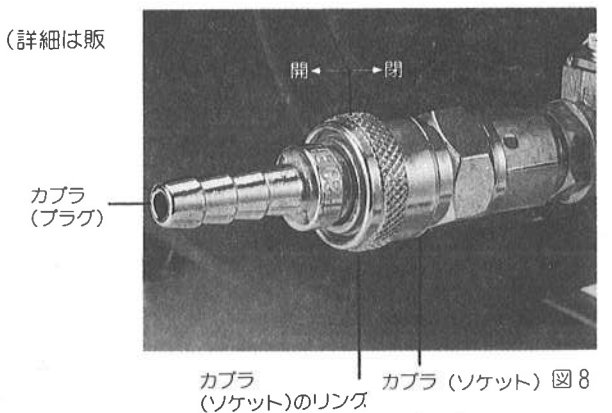

図8
- カブラ(ソケット)にホースのカブラ(プラグ)を接続するときは、カブラ(ソケット)のリングを押してカブラ(プラグ)を差し込んで下さい。そしてリングを引いてもとにもどすと接続ができます。(図8参照)